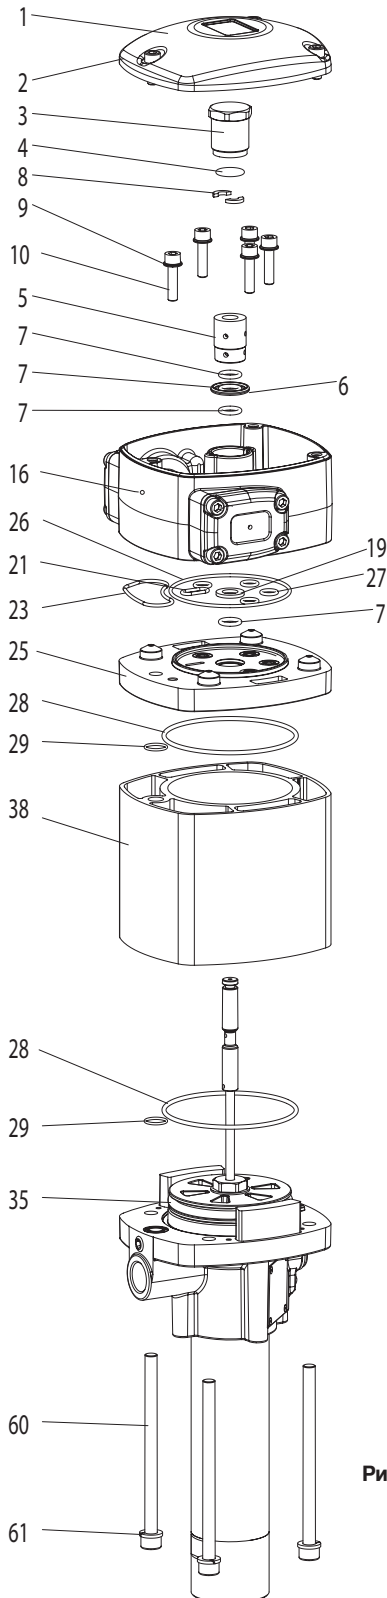

Рис. 7
1. Отвинтить 4 болта (2) на крышке (24) и снять ее.
2. Отвинтить 4 болта (2) на крышке (12) и снять ее.
3. Слегка постучать каким-либо пластмассовым инструментом по стороне меньшего диаметра (см. рис. 7) золотника (18), чтобы извлечь его через двигатель. Снять золотник (18).
4. Заменить уплотнения 4x14, 15 и 17 на новые или заменить целиком золотник (18), поставив новый с установленными на заводе уплотнениями (комплект 539505). Чтобы обеспечить правильную установку уплотнений, настоятельно рекомендуется воспользоваться вторым вариантом.